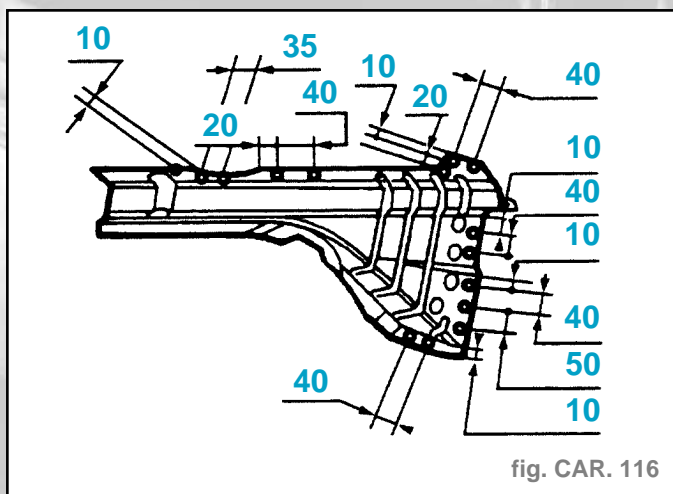

fig. CAR. 116
- Tracer puis percer à diamètre **6,5 mm** pour soudage ultérieur par points bouchons (fig. CAR. 116)